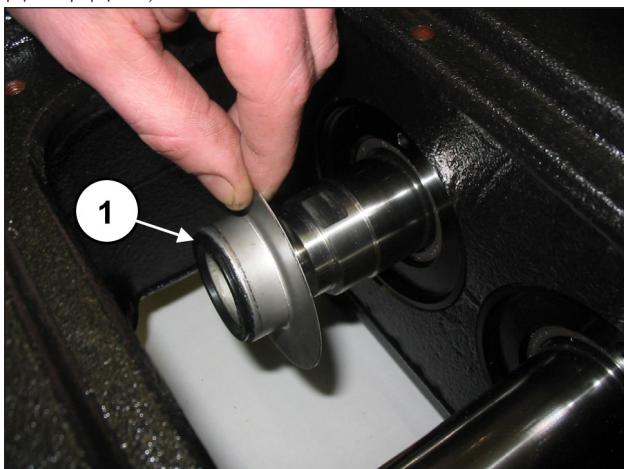
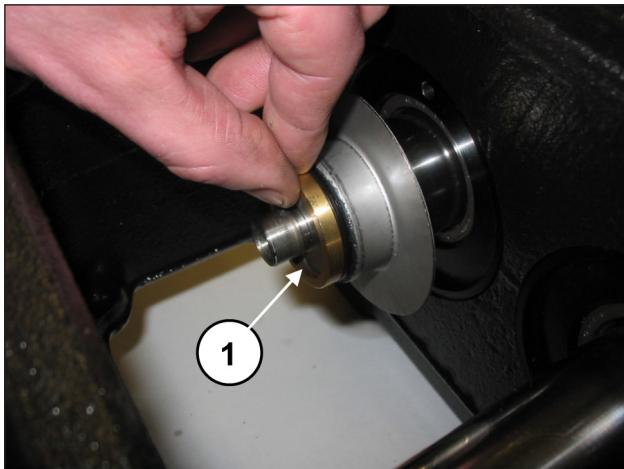

图 97
图 98
将防溅罩和防溅罩隔圈放在活塞导杆上的外壳中（位置①，图 97和图 98）。